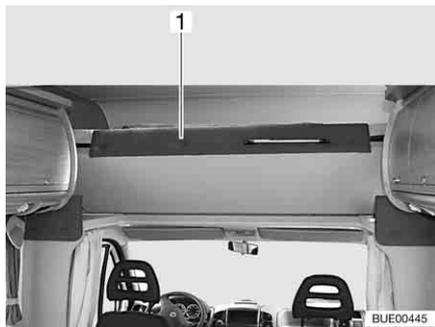

Fig. 101 Lit de capucine, rabattu vers le haut
- Rabattre vers le haut le lit de capucine (Fig. 101,1). Le lit de capucine est maintenu en position verticale par des ressorts à pression de gaz.